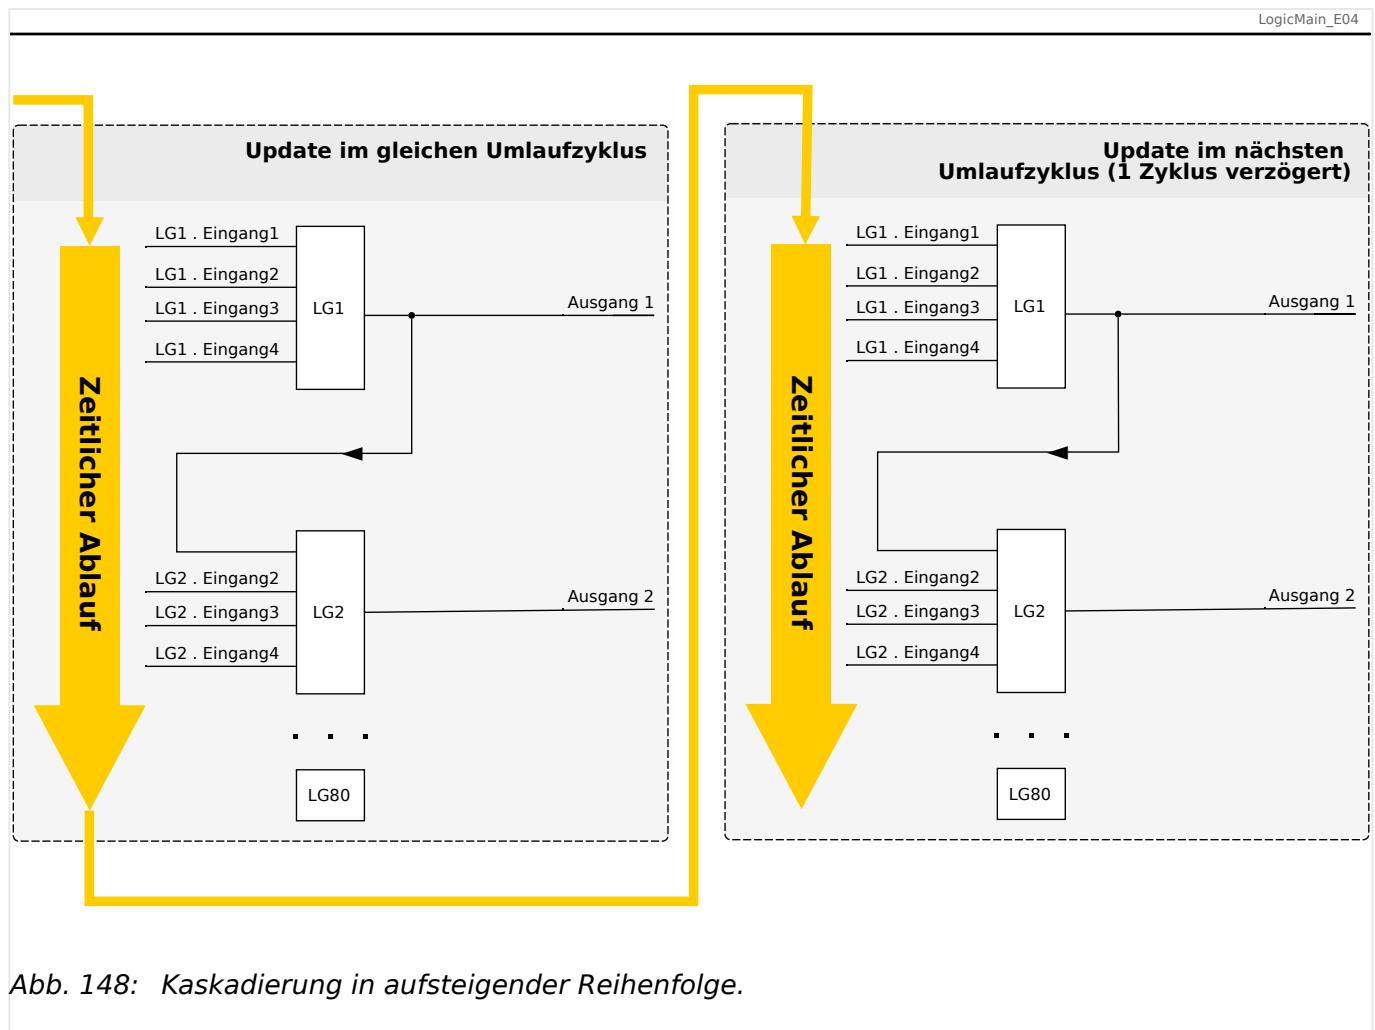
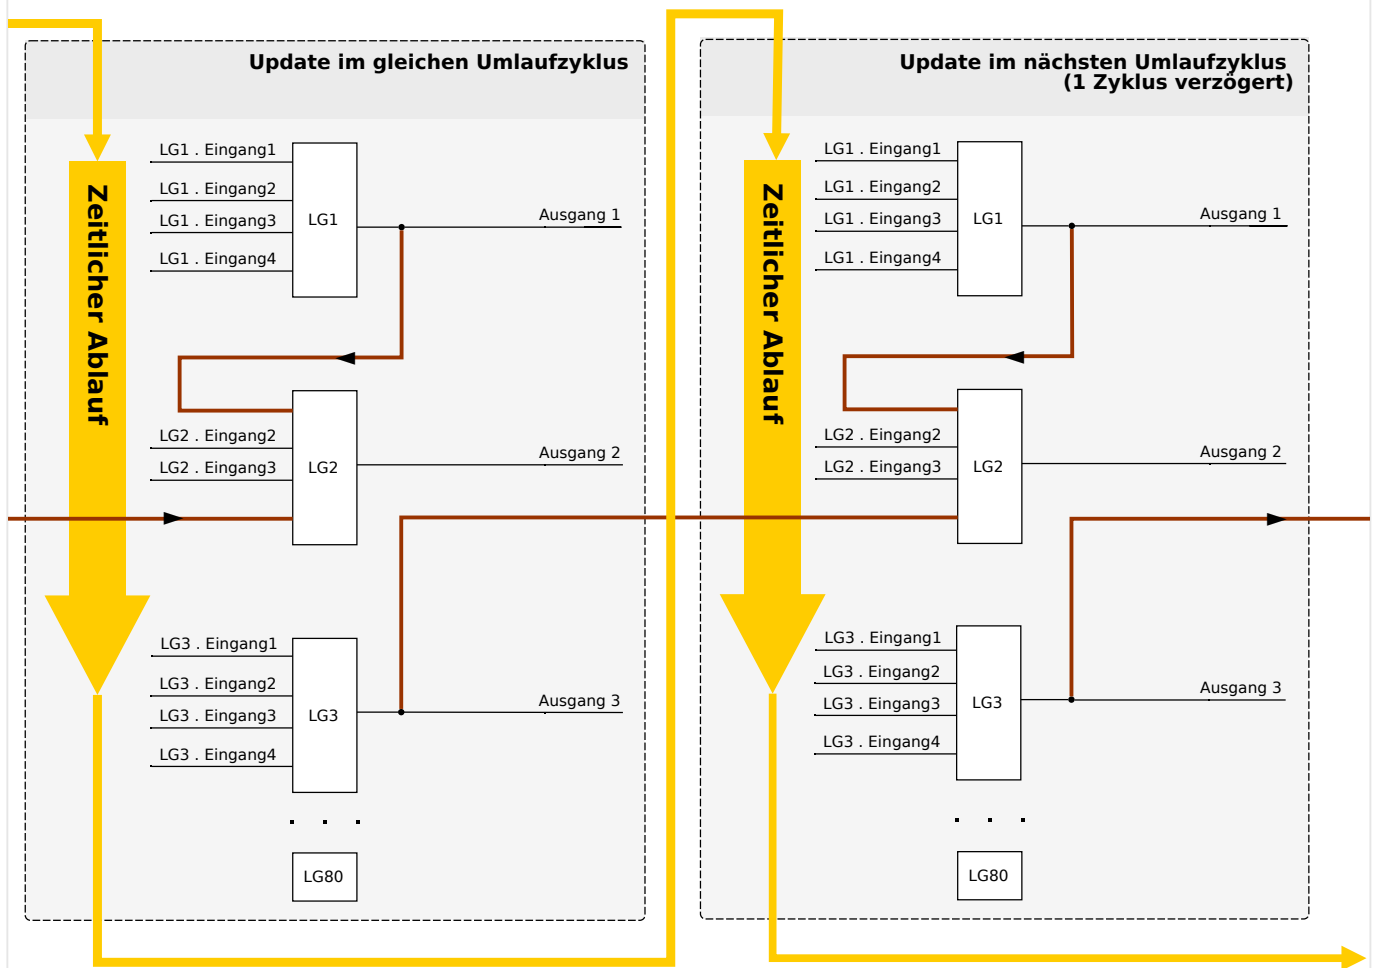

Abb. 148: Kaskadierung in aufsteigender Reihenfolge.
Abb. 149: Kaskadierung in absteigender Reihenfolge.
- Kaskadierung in **aufsteigender** Reihenfolge bedeutet, dass der Ausgang einer Logikgleichung auf den Eingang einer Logikgleichung mit **höherer** Nummer rangiert wird. Das Diagramm  Abb. 148 weiter unten zeigt ein Beispiel, bei dem der Ausgang von LG1 auf einen Eingang von LG2 rangiert wird.
- Kaskadierung in **absteigender** Reihenfolge bedeutet, dass der Ausgang einer Logikgleichung auf den Eingang einer Logikgleichung mit **niedrigerer** Nummer rangiert wird. Das Diagramm  Abb. 149 zeigt ein Beispiel, bei dem der Ausgang von LG3 auf einen Eingang von LG2 rangiert wird.
Bei der Konfiguration des Schutzgerätes bestehen keinerlei Einschränkungen oder Unterschiede zwischen aufsteigender und absteigender Reihenfolge. Da allerdings während der Laufzeit des MCDLV4 die Logikgleichungen in aufsteigender Reihenfolge ausgewertet werden, haben die resultierenden Ausgangswerte, die am Eingang der Logikgleichung anstehen, ein unterschiedliches „Alter“, wie in  Abb. 148 und  Abb. 149 veranschaulicht wird.
Das in  Abb. 149 gezeigte Beispiel zeigt eine Konfiguration von „Logikgleichung 2“, die den Ausgang von zwei weiteren Logikgleichungen, „Logikgleichung 1“ und „Logikgleichung 3“, als Eingangszustände verwendet. Hierbei ist der Ausgang von „Logikgleichung 1“ in aufsteigender Reihenfolge verwendet, sodass der Wert in jeweils demselben Prozesszyklus ermittelt wird. Der Ausgang von „Logikgleichung 3“ wird in absteigender Reihenfolge verwendet, sodass der Wert in dem jeweils vorherigen Prozesszyklus ermittelt wurde.